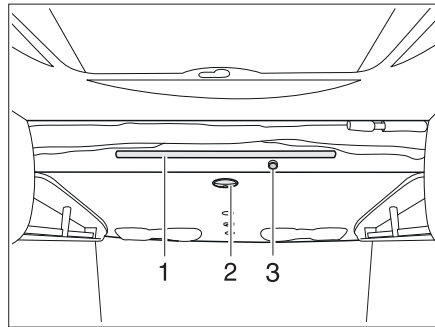
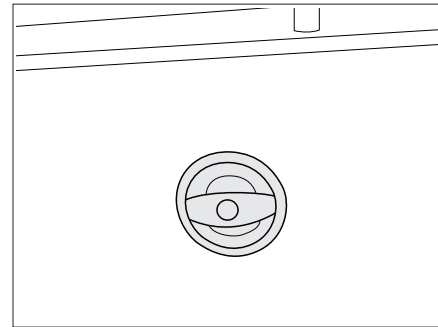

Bild 129 Hubbett manuell
Bild 130 Griff Hubbett
- Den schwarzen Griff (Bild 129,2 und Bild 130) an der Unterseite des Bettes drehen, um die Verriegelung zu lösen.
- Das Hubbett mit beiden Händen am Stangengriff (Bild 129,1) in einem Bogen nach unten ziehen, bis es hörbar einrastet.
- Den Knopf an der Vorderseite des Hubbettes (Bild 129,3) drücken, um den ausziehbaren Lattenrost zu entriegeln.
- Mit beiden Händen am Stangengriff (Bild 129,1) ziehen, um die Bettfläche zu vergrößern.